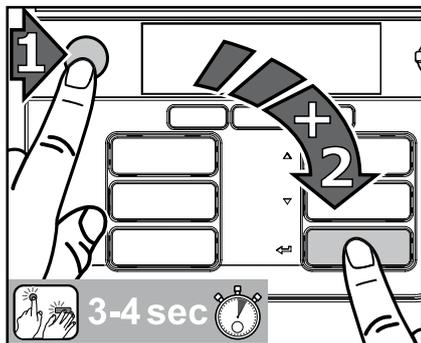

Fig. 24
1. Em primeiro lugar, prima o botão STOP, depois, a tecla Enter ↵ e mantenha ambas as teclas premidas em simultâneo durante 3-4 segundos para activar o modo de limpeza. (Fig. 24)